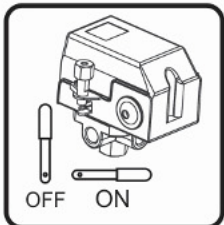

FIGURA 10
7.3 – Ligue o compressor através da alavanca ON/OFF do pressostato ou chave de acionamento quando aplicável (Figura 10). Verifique se o sentido de rotação está de acordo com a seta indicada no protetor de correia.